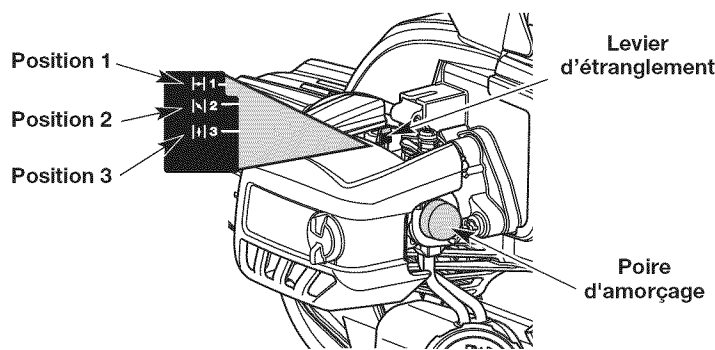

Fig. 5
3. Pressez et relâchez la poire d'amorçage à **10 reprises**, lentement. Une certaine quantité de carburant devrait être visible dans la poire d'amorçage (Fig. 5). Si du carburant ne peut pas être vu dans l'ampoule, la presse et le dégagement l'ampoule jusqu'à ce que le carburant soit évident.
4. Mettez le levier d'étranglement en **Position 1** (Fig. 5).
7. **Gardez la manette des gaz enfoncée.** Mettez le levier d'étranglement en **Position 2** (Fig. 5).
10. **Gardez la manette des gaz enfoncée.** Mettez le levier d'étranglement en **Position 3** (Fig. 5).